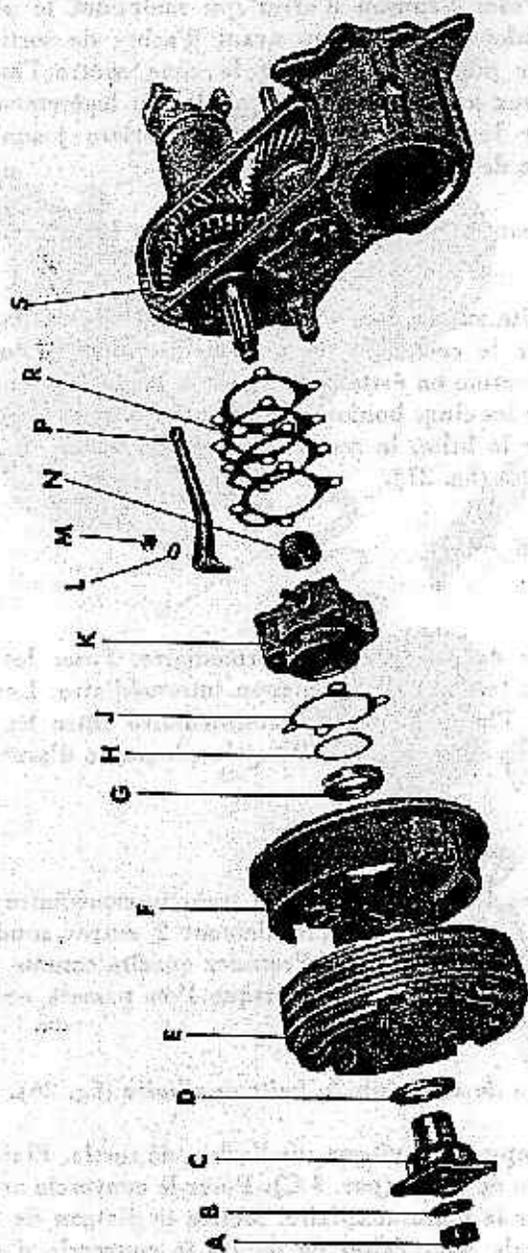

FIGURE 26. — Couvrerie d'arbre de sortie. Vue éclatée.
B. — *Dépose du couvercle de roulement arrière d'arbre de sortie (fig. 26).*
4) Ensemble du couvercle de roulement arrière (fig. 26).
F. — *Mise en place du couvercle arrière d'arbre de sortie sur la boîte auxiliaire (fig. 26).*